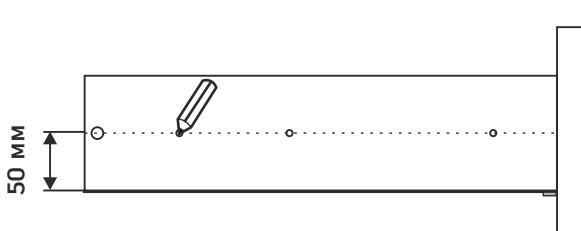

Рис.9
1. **Провести** линию карандашом на боковых стенках ящиков (левых, п.10 (4 шт) и правых, п.10.1 (4 шт)), соединив существующие наколки. При этом, расстояние от нижней кромки боковых стенок ящиков до линии должно быть одинаковым (см. рис.9)